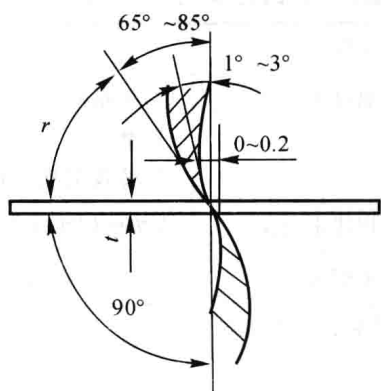

图 1.13 剪刀间隙
(3)当剪切刃闭合时,压线连续剪切,剪口要重合,两刃之间保持 $0\sim 0.2\text{ mm}$ 间隙(料薄取最小值,料厚取最大值),如图1.13所示。